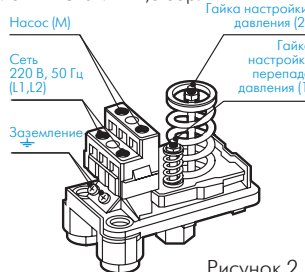

Рисунок 2
Электромонтажные работы, установку розетки, предохранителей, их подключение к питающей электросети и заземление должен выполнять электрик в строгом соответствии с «Правилами технической эксплуатации электроустановок потребителей» и «Правилами техники безопасности при эксплуатации электроустановок потребителей». Электрическое подключение осуществляется следующим образом (см. рисунок 2): к клеммам, обозначенным «L1, L2», подключаются провода от электрической сети 220В; к клеммам «М» подключаются провода от электронасоса; к клеммам, обозначенным знаком «⊕», подключается жел-
- Регулировка давления РДМ-5 осуществляется гайкой (2), фиксирующей положение пружины (см. рис. 2). Для изменения величины давления включения и выключения насоса необходимо вращать гайку (2); при заворачивании гайки по часовой стрелке величина давления включения и выключения увеличивается, при отворачивании гайки против часовой стрелки величина давления включения и выключения уменьшается.